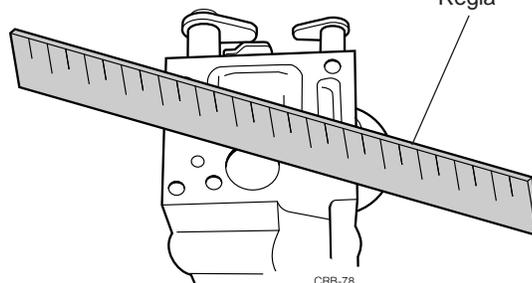

Figura 3.21 Inspección de las superficies apareadas de la bomba
- Use una regla para verificar las superficies apareadas (figura 3.21)